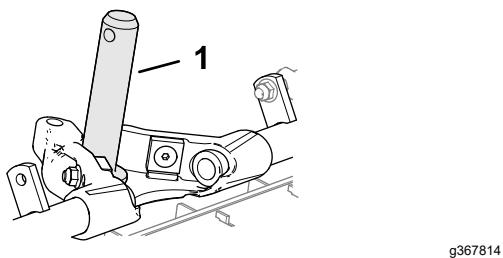

Figura 14
2. Unte el eje del bastidor de tiro con grasa limpia (Figura 14)